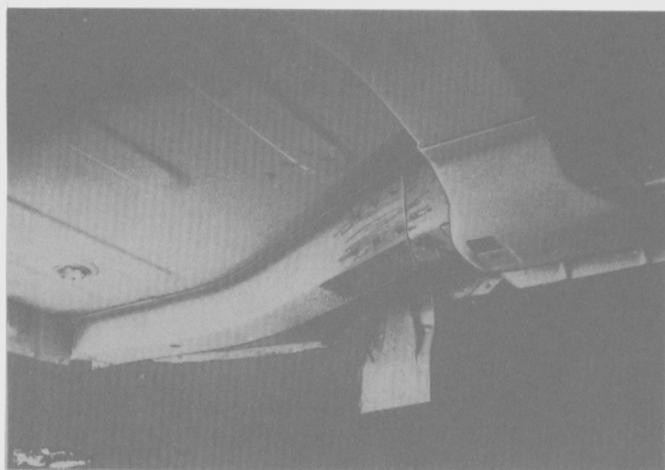

Fig. 294
- Perforar los puntos de soldadura en la prolongación del larguero posterior (Fig. 294).